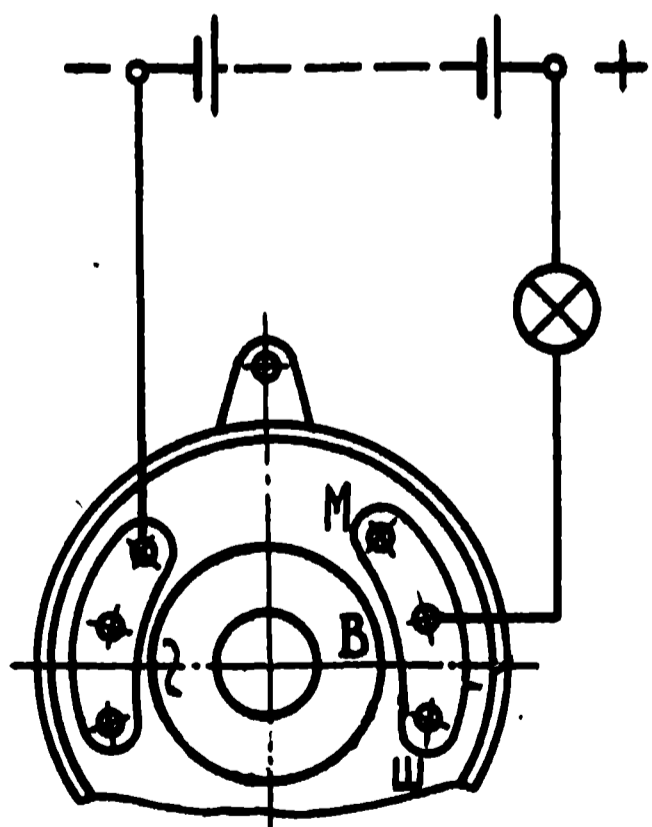

Рис. 99. Схема проверки выпрямителя и обмоток статора
2. Лампу подключите по схеме, приведенной на рис. 99. Лампа не должна гореть. Горение лампы свидетельствует о коротком замыкании одного или нескольких вентилях прямой полярности.